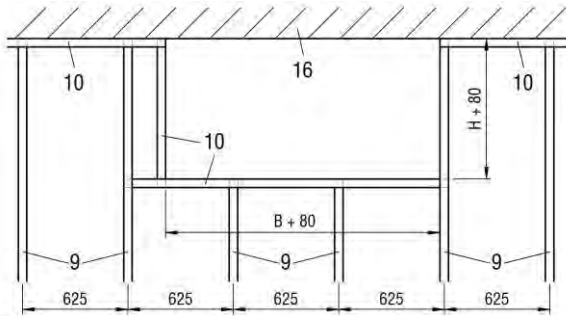

Abbildung 47: Metallständerwerk mit erforderlichen Auswechslungen (Trockeneinbau direkt unter massiver Decke mit „Einlage Mineralwolle“)
- Metallständerwerk und Wand gemäß den Angaben des Wandherstellers herstellen und Auswechslungen entsprechend der Abbildung 47 vorsehen. Aussparung für den Einbau der BKA-EN (Pos. 1) vorsehen.